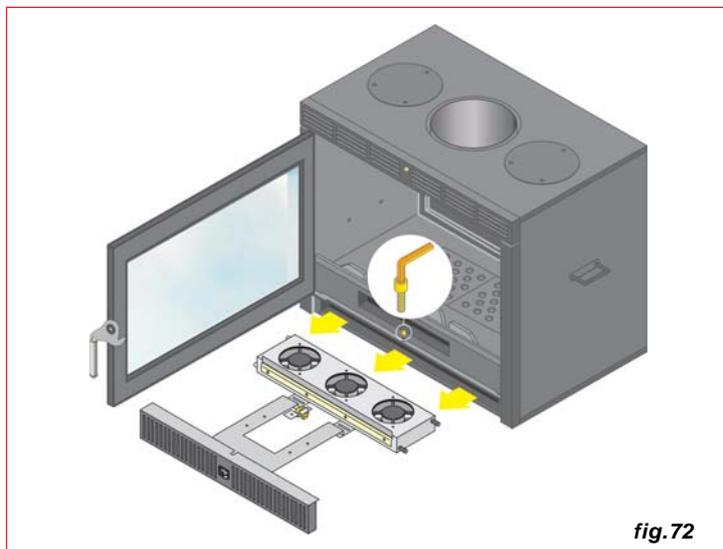

fig.72
- Estrarre il cassetto ventilatori facendo attenzione allo scorrimento del cavo alimentazione (fig.72).